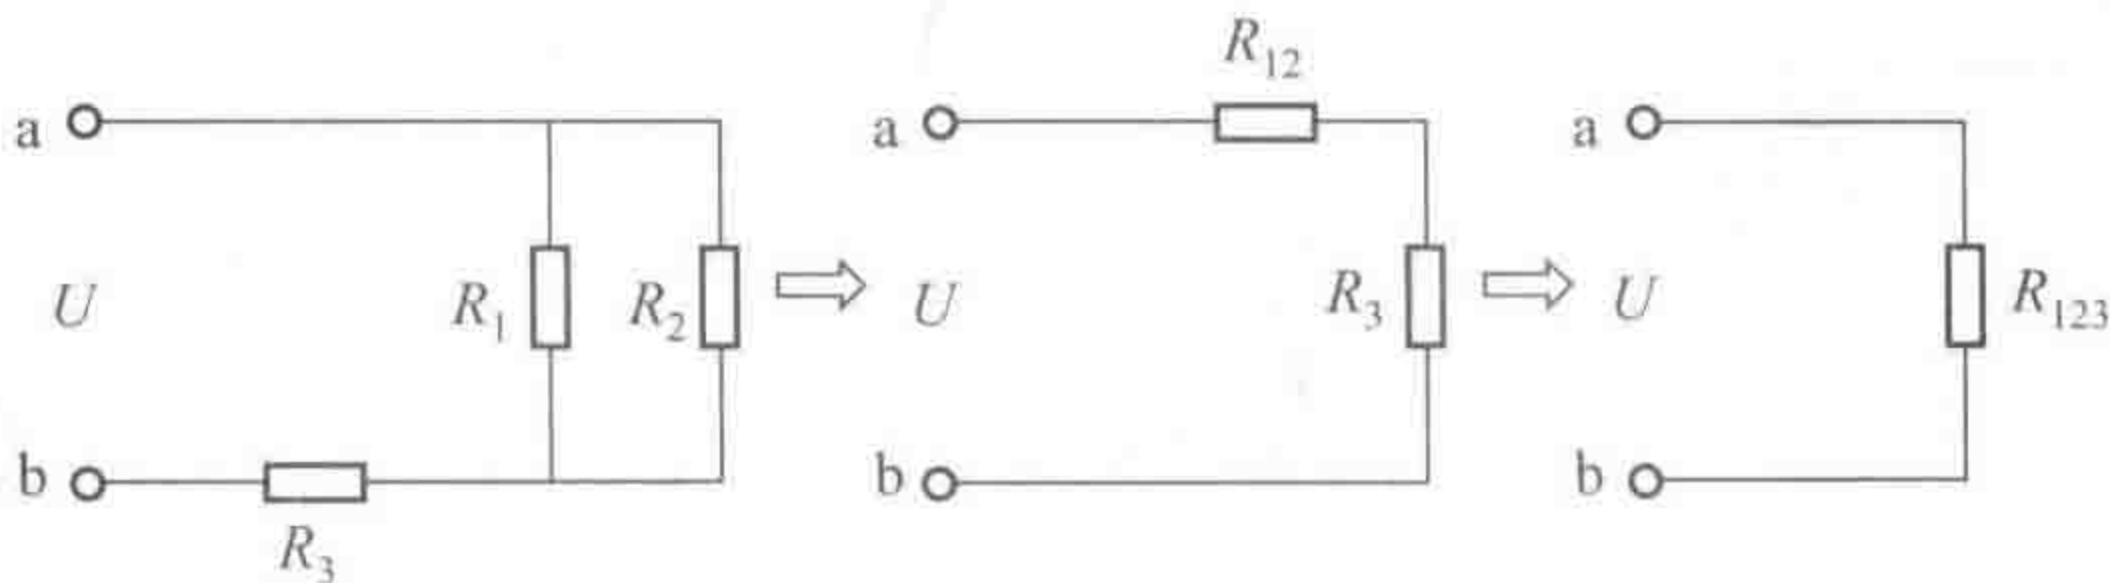

图 1-3 混联电路
(4) 混联电路 在电路中，既有串联又有并联的连接，统称为混联或叫复联，如图 1-3 所示。如果要计算总电阻，先计算电路中单纯的串联或并联，然后计算总电阻。如图 1-3 所示，先要将 R_1 和 R_2 两个并联合并为一个电阻（按并联计算），然后再和 R_3 串联合并，得到下一个总电阻。可用以下公式表示：